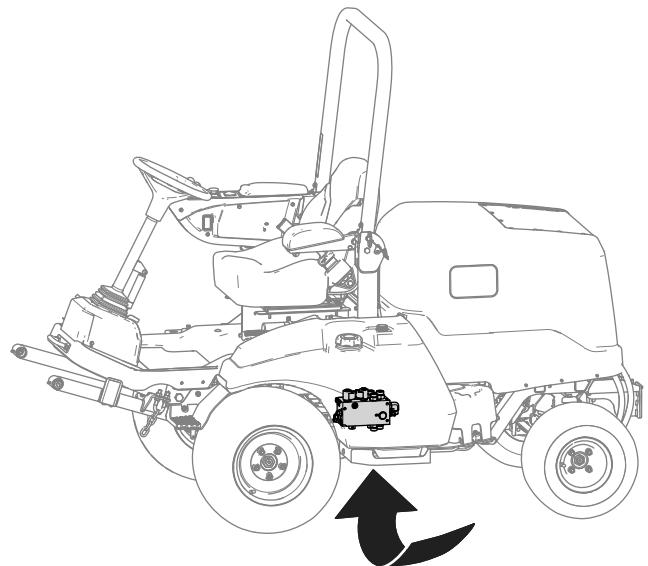

Figura 19
- Localice el distribuidor de elevación desde debajo de la máquina (Figura 19).